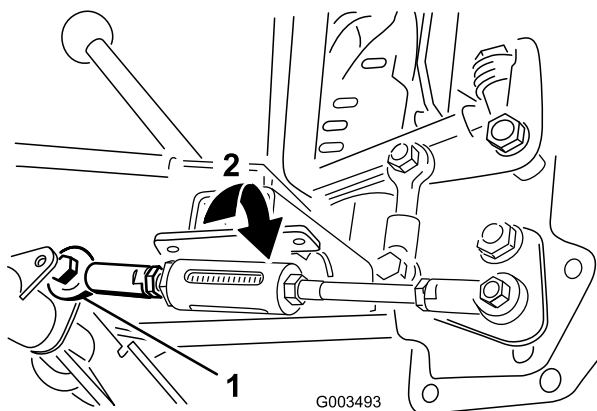

Рисунок 19
- A. Снимите болт и шайбу, которые крепят тягу к шарнирной трубе (Рисунок 19).
3. Затягивайте контргайку, которая крепит пружинную тягу, пока наружу не будут выступать 1/4-1/2 дюйма резьбы, что свидетельствует о приложении натяжения к пружине (рис. 19).